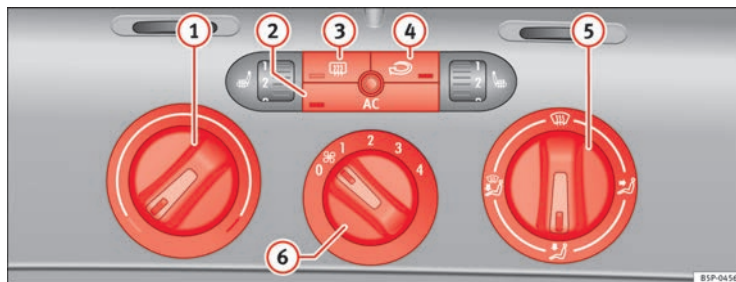

Fig. 127 Mandos del Climatic en el tablero de instrumentos
- Con los reguladores ⇒ fig. 127 ① y ⑤ y con el mando ⑥ se regula la temperatura, la distribución del aire y la velocidad de la turbina.
- Pulse la tecla ②, ③ o ④ para activar o desactivar la función correspondiente. Cuando la función está activa, la ventana situada en la esquina inferior de la tecla se ilumina.
- ① Regulador de temperatura ⇒ página 164
- ② Tecla AC – Encender o apagar el grupo refrigerador ⇒ página 164
- ③ Tecla ☐ – Luneta térmica. Esta función se apaga automáticamente aproximadamente 20 minutos después de haberla conectado. Se puede desconectar antes pulsando de nuevo la tecla.
- ④ Tecla ☐ – Recirculación de aire ⇒ página 165
- ⑤ Regulador de la distribución de aire ⇒ página 164
- ⑥ Mando de la turbina. El caudal de aire tiene 4 niveles de ajuste. La turbina debería funcionar siempre en el nivel más bajo cuando se circule a poca velocidad.
- Encienda el climatizador con la tecla ⇒ fig. 127 .